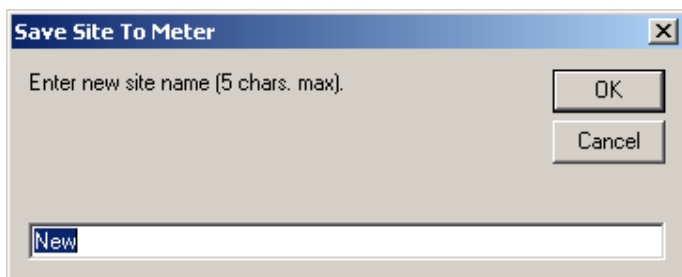

Рисунок 33: Окно ввода названия объекта
2. Откроется окно, показанное на рис. 33. Введите название и нажмите [OK].